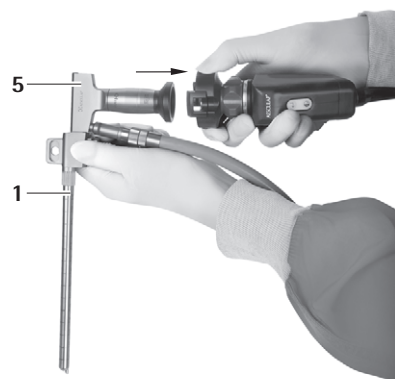
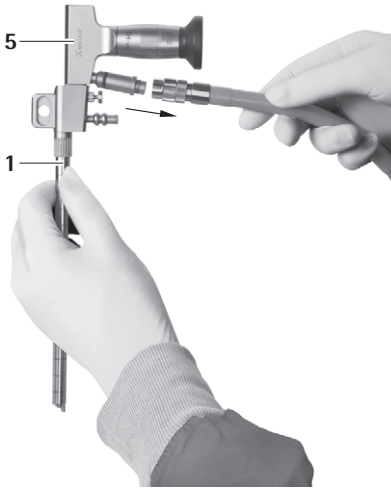

Fig. 6
Fig. 7
- Deconectați camera și cablul optic de la endoscop 5, vezi Fig. 6 și vezi Fig. 7.